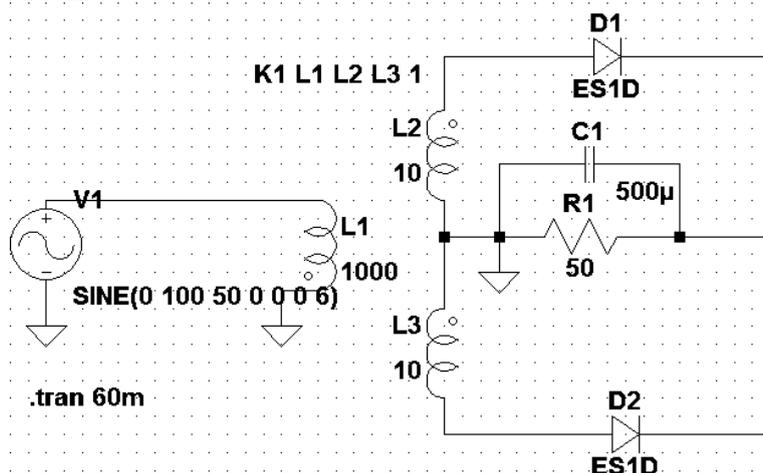

Рис. 3. Схема выпрямителя с ёмкостным фильтром
1. Создайте схему выпрямителя с ёмкостным фильтром (рис. 3). Постоянная времени цепи разряда ёмкости  $\tau_1 = R_1 \cdot C_1 = 50 \cdot 500 \cdot 10^{-6} = 25 \text{ мс} = 1,25T$ .